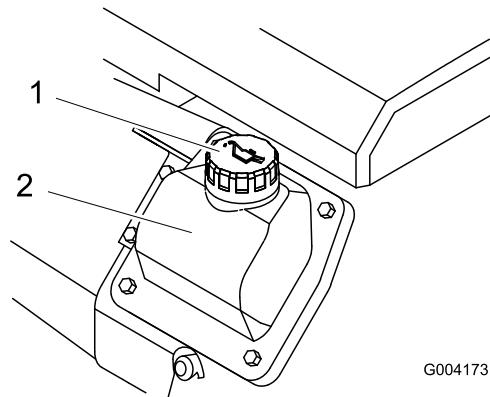

Figura 38
8. Si el nivel de aceite es bajo, límpie alrededor del tapón de llenado y retire el tapón (Figura 38).
- Retire el tapón de llenado (Figura 38) y vierta lentamente aproximadamente el 80 % de la cantidad especificada de aceite a través de la tapa de la válvula.
- Retire el tapón de llenado (Figura 38) y vierta lentamente aproximadamente el 80 % de la